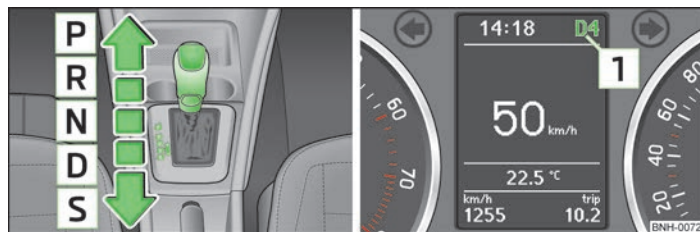

Fig. 70 Palanca selectora/pantalla informativa: Posiciones de la palanca selectora
La posición actual de la palanca selectora se visualiza en la pantalla del cuadro de instrumentos  » fig. 70.
► Presionar la palanca selectora desde la posición **D** hacia la derecha. La posición de la palanca selectora se visualiza junto con la marcha puesta en la pantalla del cuadro de instrumentos **1** » fig. 70 de la página 81.